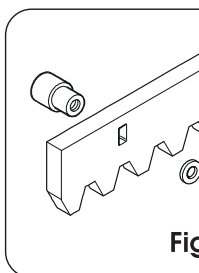

Fig. 13
4.4.1. STEEL RACK TO BE WELDED (Fig. 13)